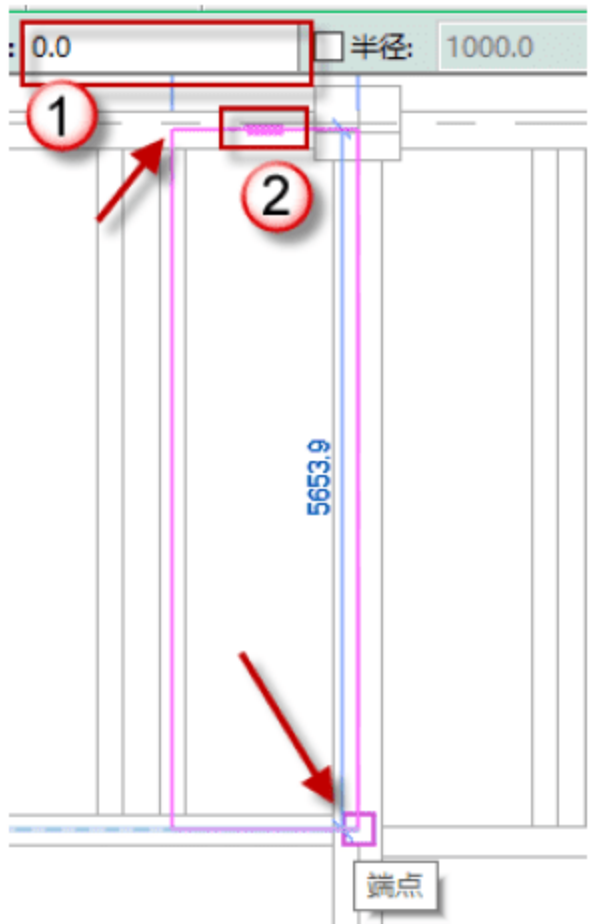

图 3.2.62 绘制 3 号板
(8) 绘制 3 号板，单击“矩形”按钮，绘制 3 号板，调整跨方向，将偏移量设置为 0，单击√按钮，完成绘制，如图 3.2.62 所示。